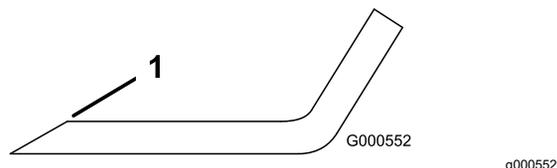

Figura 54
1. Utilice una lima para afilar el filo de corte en ambos extremos de la cuchilla (Figura 54).
Nota: Si la cuchilla no está equilibrada, rebaje algo del metal en la parte de la vela solamente con una lima (Figura 54).